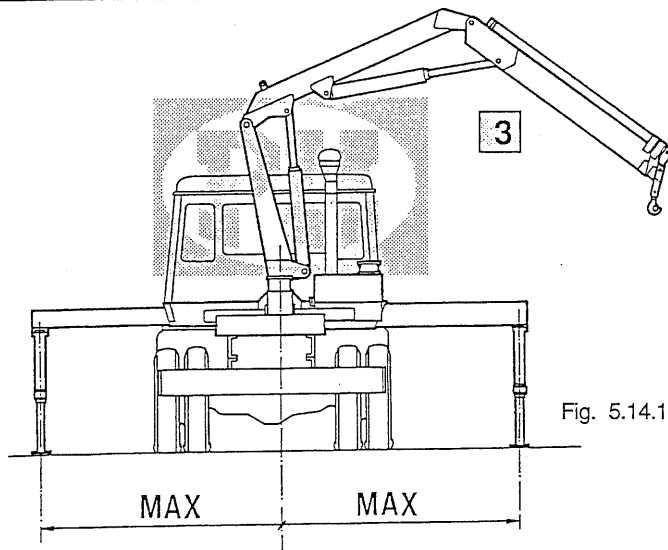

Fig. 5.14.1
N.B. La posizione di **apertura massima** dei bracci stabilizzatori é la sola che possa garantire la massima stabilità del veicolo e la migliore sicurezza (fig.5.14.1).
N.B. The **maximum opening** of the outrigger booms position is the only position which ensures maximum vehicle stability and greatest safety (Fig. 5.14.1).